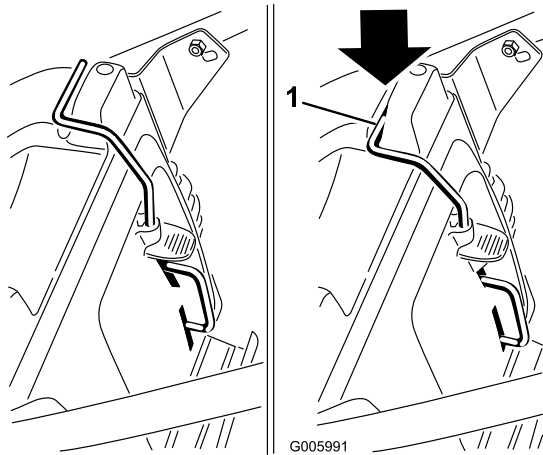
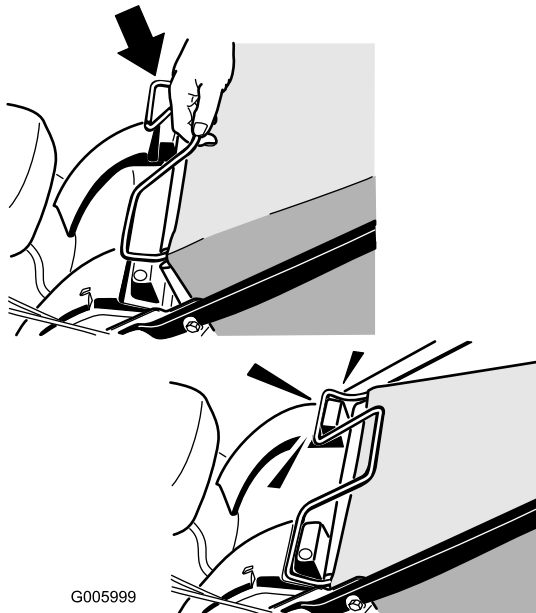

Figura 17
Figura 18
1. Instale el tapón de reciclado (Figura 17) o la bolsa de recortes (Figura 18) en el cortacésped.